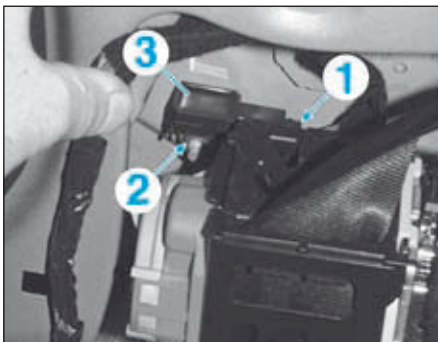

FIG.23
- Débrancher le connecteur (1) (Fig.23).
- Déposer l'écrou (2) et le capteur de choc latéral (3).